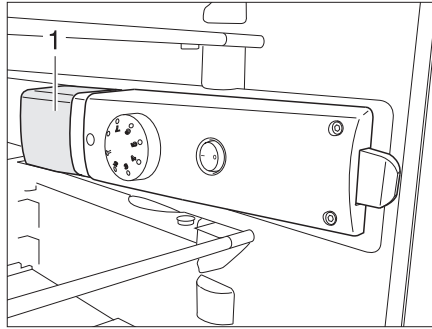

Bild 296 Kühlschrankleuchte
- Von hinten unter die Leuchtenabdeckung (Bild 296,1) fassen und Leuchtenabdeckung ca. 3 mm anheben.